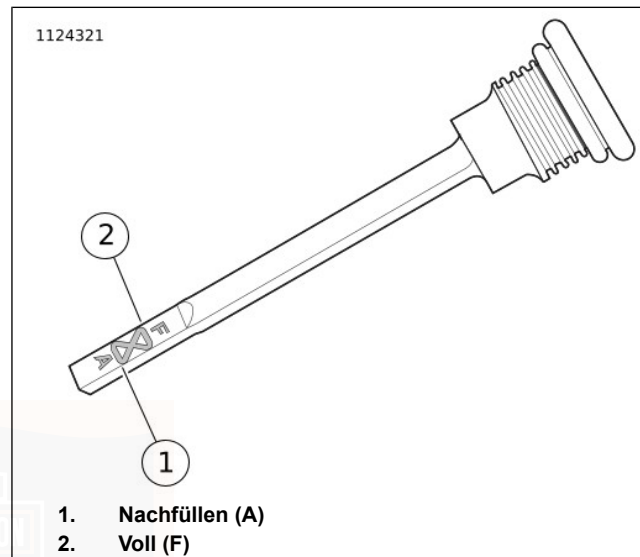

Abbildung 42. Getriebeschmiermittelstand
4. Siehe Abbildung 42. Einflüßverschlussstopfen/Ölmessstab entfernen. Den Schmiermittelstand auf dem Ölmessstab prüfen. Der richtige Ölstand liegt zwischen den Markierungen Add (A) (1) und Full (F) (2).